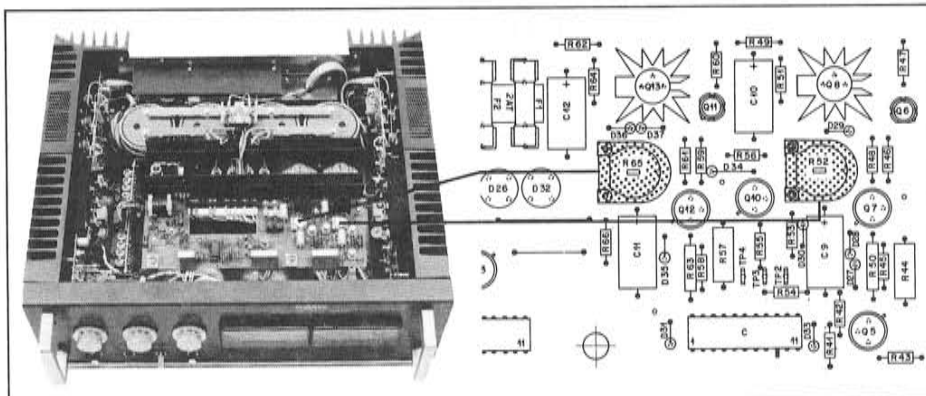

Fig. 4.2.1
**4.2 Abgleich der stabilisierten Speisenspannungen (Fig. 4.2.1)**
**4.2 Adjustment of stabilized supply voltages (fig. 4.2.1)**
**4.2 Réglage de l'alimentation stabilisée (fig.4.2.1)**